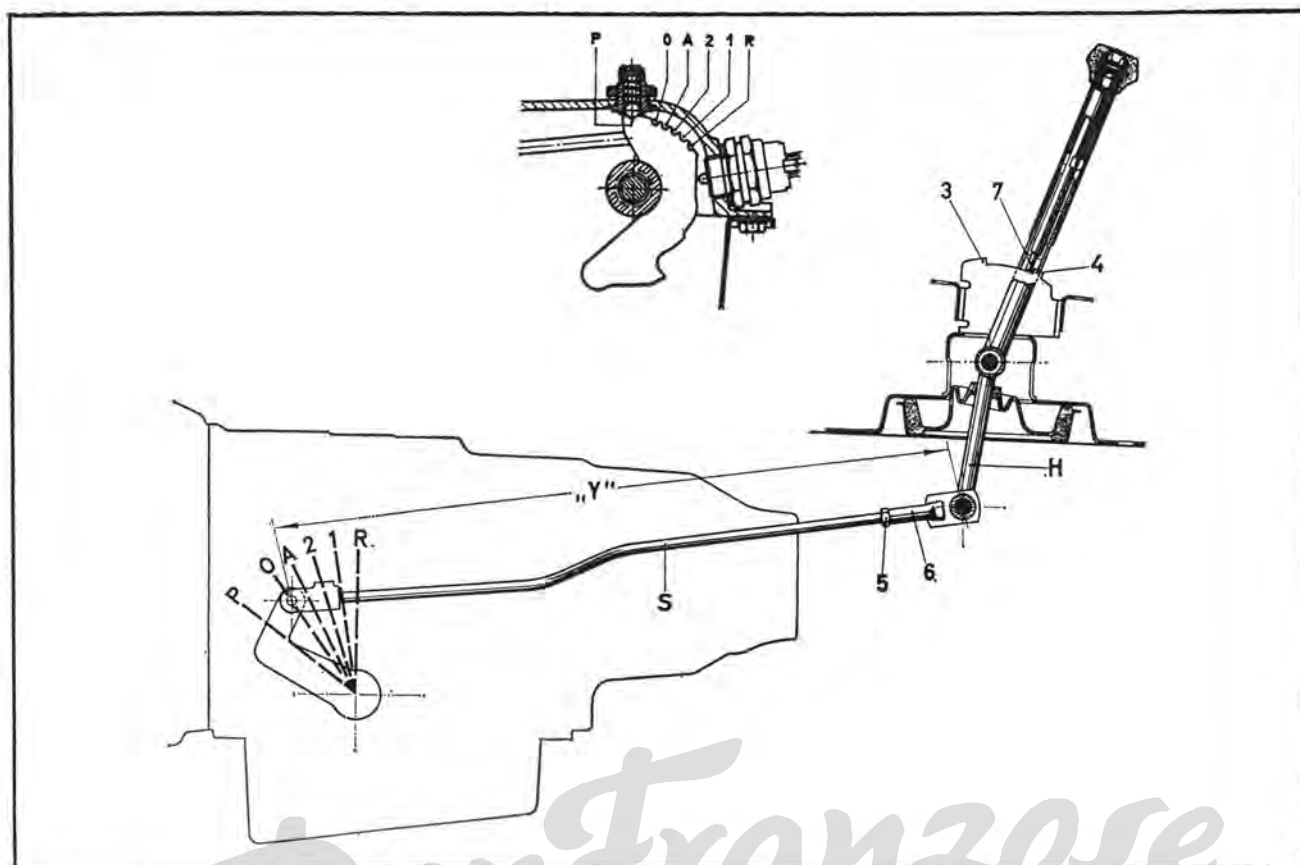

Fig. 8. — Timonerie de commande de sélection sur les voitures B.M.W.
Sur les voitures B.M.W. le sélecteur est commandé par un levier au plancher (fig. 8). Le processus est le même, avec le levier de sélection de la transmission verrouillée en position « O », le levier à main doit se trouver dans la même position. Réglage de la longueur « Y » de la tringle (S) par la chappe (6) et le contre-écrou (5). Il existe aussi une version, où la tringle (S) de la figure 8 est remplacée par deux tringles moitié moins longues, reliées par un levier intermédiaire.